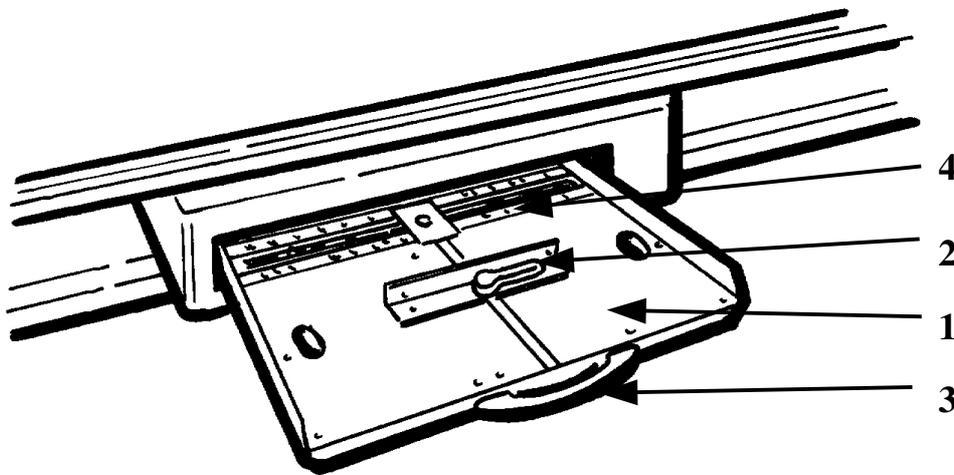

Abbildung 2-1: Kassettenlade
Die Bedienelemente der Kassettenlade KLFA werden in Abbildung 2-1 gezeigt und ihre Funktionen auf der folgenden Seite beschrieben.
Die Kassettenlade KLFA (Abbildung 2-1, Bedienelement 1) dient zur Aufnahme der Röntgenfilmkassetten.
Die Röntgenfilm-Kassette wird durch die Klemmvorrichtung (Abbildung 2-1, Bedienelement 2) festgeklemmt. Dabei wird die Röntgenfilmkassette automatisch quer zur Tischplatte zentriert.
Nach Herausziehen der Kassettenlade KLFA (Abbildung 2-1, Bedienelement 1) am Handgriff (Abbildung 2-1, Bedienelement 3) aus der Laufrastereinrichtung bis zum Anschlag kann die Röntgenfilm-Kassette eingelegt werden.
Längs zur Tischplatte kann die Röntgenfilm-Kassette von Hand durch Ausrichten nach den Mittenmarkierungen oder durch Einstellen des Kassettenpositionierers (Abbildung 2-1, Bedienelement 4) auf die entsprechende Röntgenfilm-Kassettengröße in Position gebracht werden.
- Die Kassettenlade KLFA (Abbildung 2-1, Bedienelement 1) am Handgriff (Abbildung 2-1, Bedienelement 3) bis zum Anschlag aus der Laufrastereinrichtung herausziehen.
- Die Sperrklinke zum Öffnen/Schließen der Klemmvorrichtung (Abbildung 2-1, Bedienelement 2) zur seitlichen Fixierung der Röntgenfilm-Kassette gegen den Uhrzeigersinn drehen.
- Die Klemmvorrichtung (Abbildung 2-1, Bedienelement 2) so weit öffnen, dass eine Röntgenfilm-Kassette mit der gewünschten Größe eingelegt werden kann.
- Die Röntgenfilm-Kassette einlegen, wobei ihre Mittellinie nach den Einkerbungen an der Klemmvorrichtung (Abbildung 2-1, Bedienelement 2) auszurichten ist oder nach Einrasten des Kassettenpositionierers (Abbildung 2-1, Bedienelement 4) in der der Röntgenfilm-Kassettengröße entsprechenden Rastung (13 cm, 18 cm, 24 cm, 30 cm, 35 cm, 40 cm oder 43 cm), die Röntgenfilm-Kassette an den Kassettenpositionierer (Abbildung 2-1, Bedienelement 4) heranschieben.
- Die Klemmvorrichtung (Abbildung 2-1, Bedienelement 2) an die Röntgenfilm-Kassette drücken, und zur Arretierung die Sperrklinke im Uhrzeigersinn drehen.
- Die Kassettenlade KLFA (Abbildung 2-1, Bedienelement 1) bis zum Anschlag in die Laufrastereinrichtung einschieben.